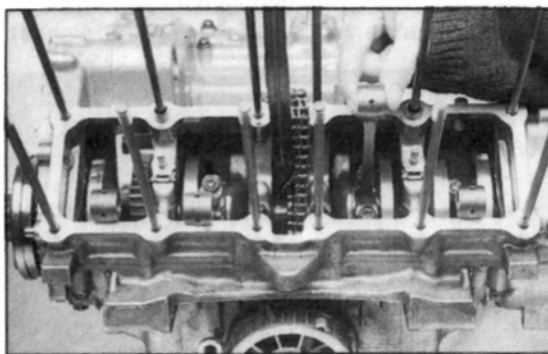

Bild 201
-  Pleuellager-Spiel mit Hand erfühlen, siehe Bild 201. Es darf kein Knacken beim Hoch- und Runterdrücken spürbar sein und nur minimale Ausweichung beim Hin- und Herdrücken (Erfahrungssache).